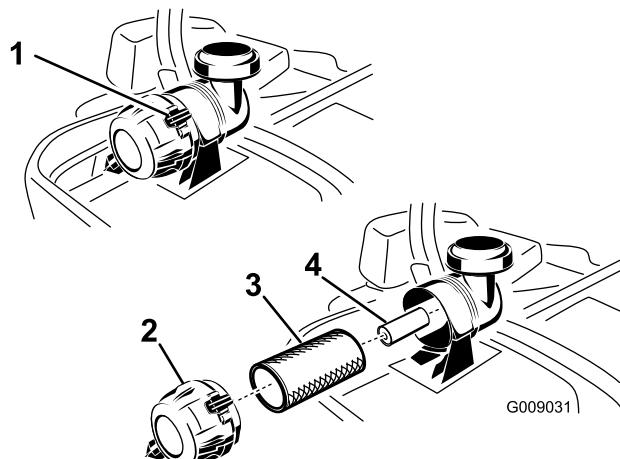

Bild 52
3. Üben Sie Druck aus, um die Halteklemmen am Luftfilter zu lösen, und ziehen Sie die Luftfilterabdeckung vom Luftfiltergehäuse ab (Bild 52).
5. Schieben Sie den Hauptfilter vorsichtig aus dem Luftfiltergehäuse heraus (Bild 52). Vermeiden Sie ein Anstoßen des Filters an der Seite des Gehäuses.
1. Reinigen Sie den Papierfilter nicht sondern tauschen Sie ihn aus (Bild 52).
- Wenn Sie den sekundären Luftfilter austauschen, schieben Sie ihn vorsichtig in das Filtergehäuse ein (Bild 52).
- Schieben Sie den Hauptfilter vorsichtig auf den sekundären Filter (Bild 52).
- Setzen Sie die Luftfilterabdeckung auf (Entlüfterdeckel nach unten) und drehen sie so, dass die Halteklemmen in der Abdeckung einrasten (Bild 52).